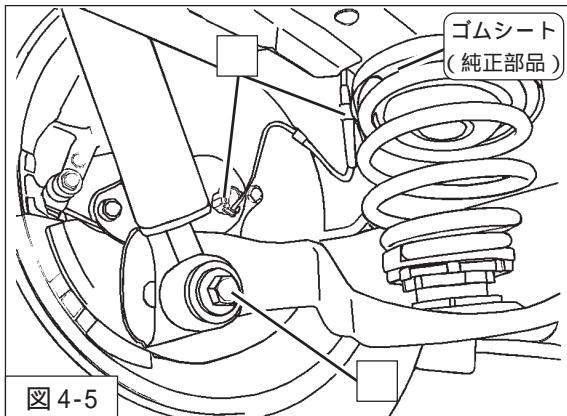

図4-5
- アクスルビームをおろし、4.で仮締めしたダンパーロア取付ナットを取外してください。(図4-5)
- アクスルビームをジャッキで下から支えながら、ゴムシート(純正部品)、リアスプリング(同梱品)、ライドハイドジャスターASSY(同梱品)を車両に取付けてください。(図4-5)
- ダンパーロア取付ナット(締付トルク:115N·m)、ABSセンサハーネス取付ボルト(締付トルク:8.5N·m)を取付けてください。(図4-5)